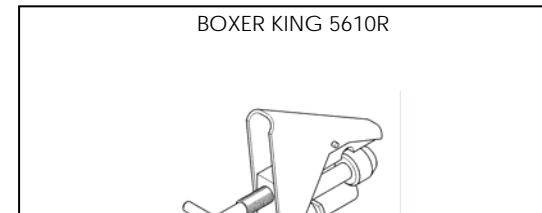

Fig.4
1.8 ACCESSORIES ON REQUEST**#4021852 Clamp for ligth-alloy rims** (Fig.4).
1.8 ACCESSOIRES EN OPTION**#4021852 Étau pour roues en tôle légère**(Fig.4).
1.8 ZUBEHÖR AUF ANFRAGE**#4021852 Montageklemme für Alufelgen** (Abb.4).